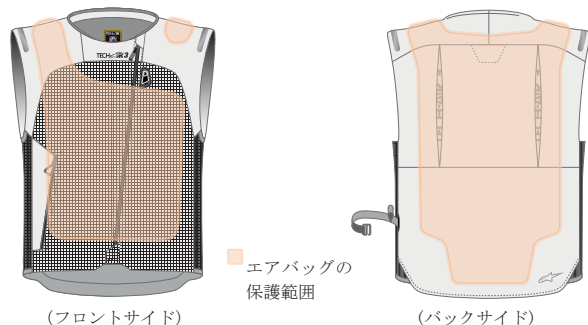

図2：エアバッグの保護範囲
このシステムは、事故などの衝撃を引き起こす状況の発生した際に、システムを装着したユーザー（ライダーおよび同乗者）に対し、図2に示される範囲に衝撃保護を提供します。このユーザーマニュアルで後述されるように、システムが提供できる保護機能には限界があることをご了承ください。（セクション3.2およびセクション4「使用制限」を参照）
**警告！** このシステムは、図2に示すように、エアバッグが保護できる部位にかかる力に対する衝撃保護を限定的に提供します。プロテクションエンベロープシステムがエアバッグの適用範囲内またはプロテクションエンベロープの内側および/または外側の負傷（重傷または致命傷を含む）を防止する保証はありません。